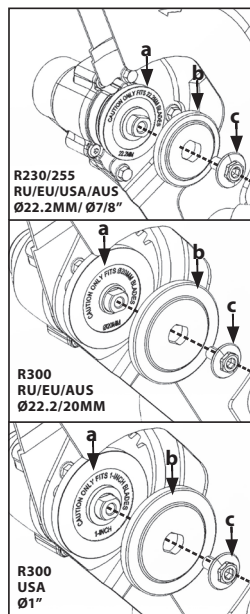

FIG. 1
- Installez la flasque de lame (a) sur le côté intérieur de la lame. (Fig. 1)
- Installez la flasque de lame extérieure (b) et insérez le boulon de l'arbre (c) dans l'arbre de la machine, pour votre machine appropriée. (Fig. 1)